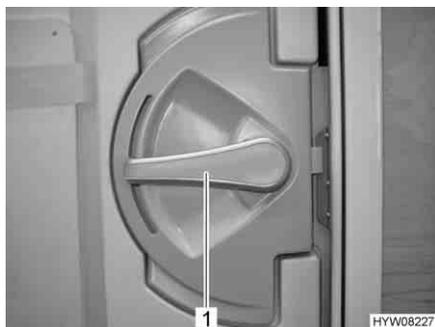

Fig. 24 Cerradura de la puerta, puerta de entrada, en el interior
- Abrir:* ■ Presionar hacia abajo el tirador de la puerta (Fig. 24,1).
- Bloquear:* ■ Girar hacia arriba unos 45° el tirador de la puerta (Fig. 24,1) y dejarlo en esta posición.